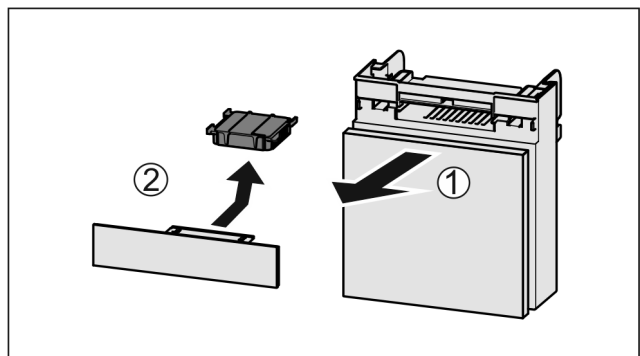

Fig. 175
- ▶ Extrageți Fig. 175 (1) compartimentul către înainte.
- ▶ Scoateți Fig. 175 (2) filtrul de cărbune activ.